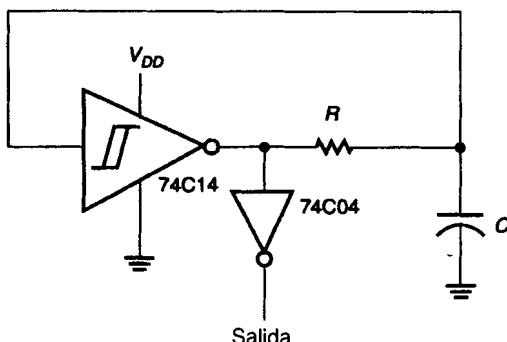

FIGURA 11-12
5. Al usar el método con el que se dedujo la fórmula para la frecuencia del reloj con el temporizador 555, deduzca la fórmula para el reloj CMOS Schmitt de la figura 11-12. Recuerde que la entrada CMOS tiene una impedancia muy grande. [3, 4]